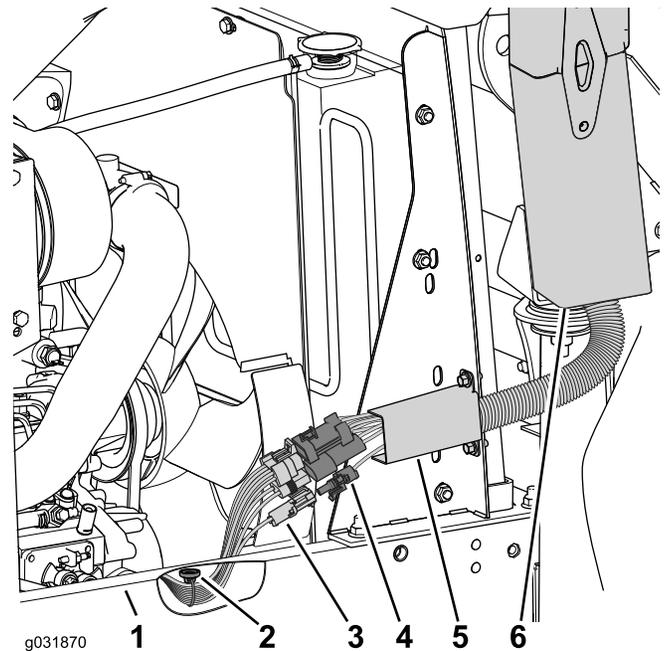

Bild 58
4. Positionieren Sie die magnetische Befestigung an der Unterseite des Rahmens (Bild 58).
- Schließen Sie den Kabelbaum von der Maschine am Kabelbaum von der Kabine an (Bild 58).